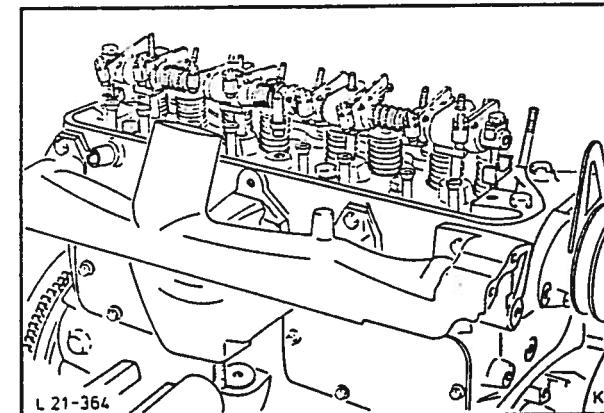

Fig. 109 Demontering av vippearmakselen.
14. Skru av toppdekslet (4 muttere) og skru forsiktig løs vippearmakselen (4 muttere, 2 bolter), fig. 109. Ta ut støtstengene.